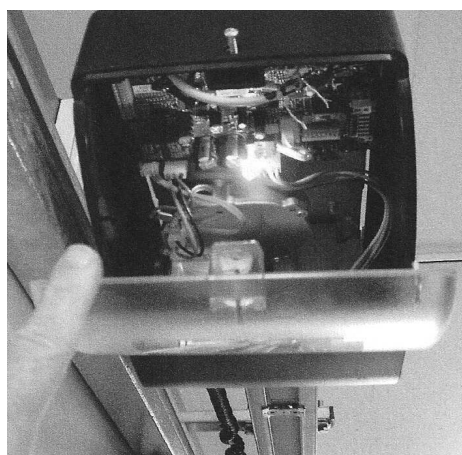

Bild 2
- Öffnen Sie die durchsichtige Antriebsabdeckung (der Deckel klappt dann bequem nach unten (Bild 2)